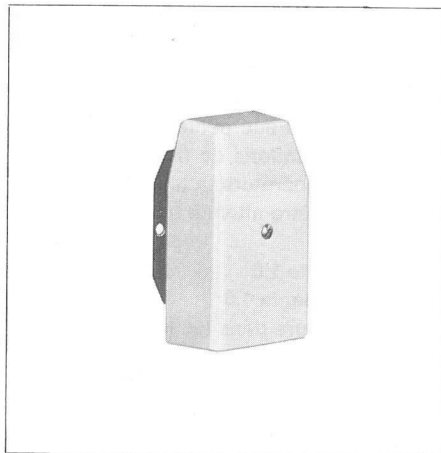

Fig. 4 Sonde extérieure AFA
- c) sonde extérieure AFA (Fig 4)